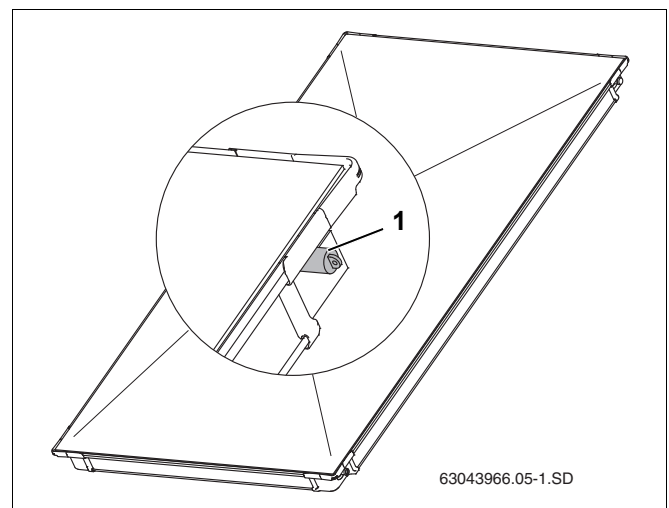

Рис. 5 Крышки на штуцерах коллектора
- ▶ Снимите резиновые крышки (рис. 5, поз. 1) только непосредственно перед монтажом.